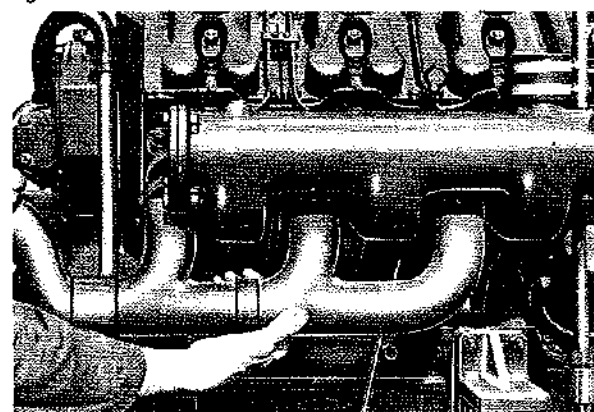

Fig. 95
- Collettori d'aspirazione e scarico (Fig. 95) pulendoli accuratamente internamente per evitare danneggiamenti al turbocompressore ed al motore.